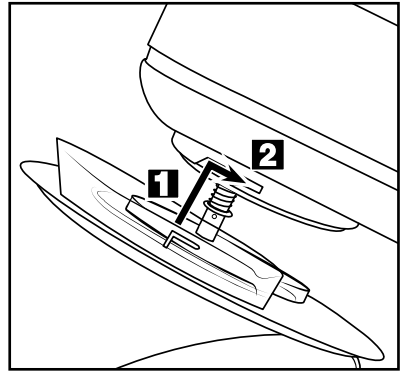

Fig. 1: montaje de la tapa **9**
- Coloque la tapa **9** desde abajo en el brazo basculante **1** de forma que los encastrés de la tapa **9** encajen en los raíles del brazo basculante **1** (fig. 1/**1**). La flecha de la tapa **9** debe apuntar al símbolo  en el brazo basculante **1**:
- Para encastrarla, gire la tapa **9** en el sentido indicado por la flecha  de modo que el encastre encaje y la tapa **9** quede firmemente fijada (fig. 1/**2**).